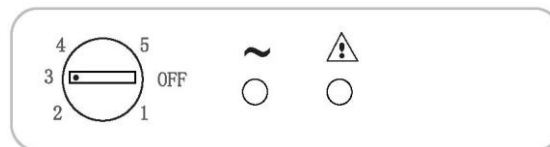

Fig. 3
1) Drei knotten til "0"-posisjon (fig.3)